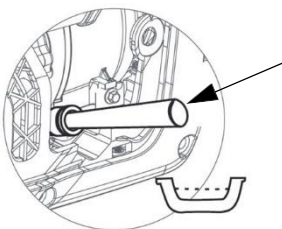

Рисунок 4-4. Маслозаливний отвір з ліжкою
8. Вставте ліжку в маслозаливний отвір. Див. Рисунок 4-4. За потреби долийте рекомендоване моторне масло.